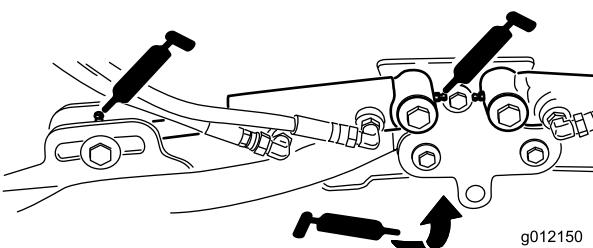

Figura 45
- Cilindros do braço de elevação da unidade de corte (2 cada) (Figura 45)
- Articulações do braço de elevação (1 cada) (Figura 45)